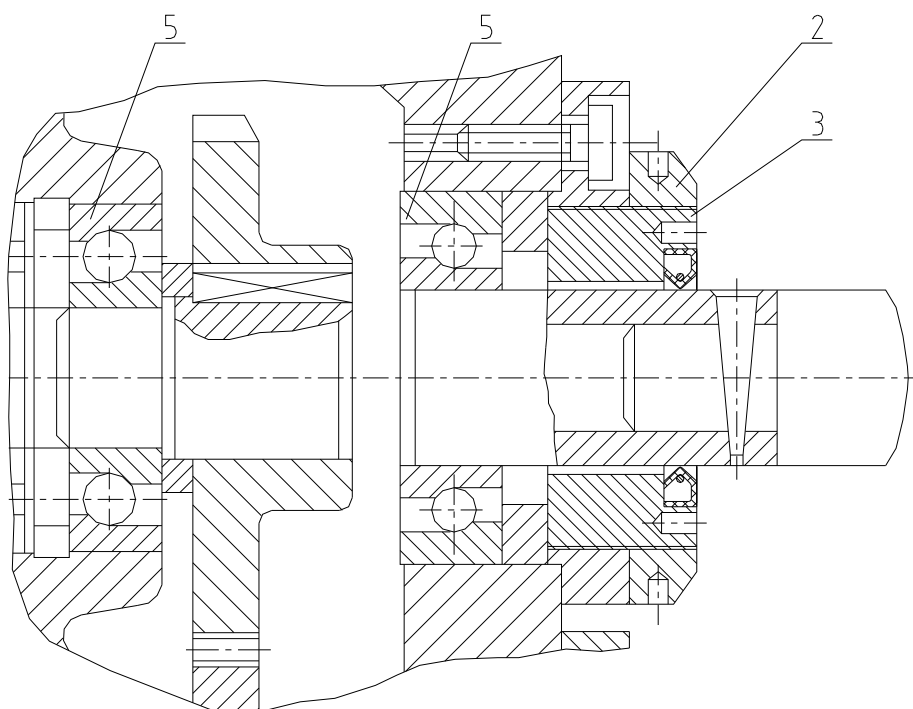

Рис.6-11. Регулирование осевого зазора ведущего винта
6.2.8. РЕГУЛИРОВАНИЕ ОСЕВОГО ЗАЗОРА ХОДОВОГО ВИНТА (См.Рис.6-11)